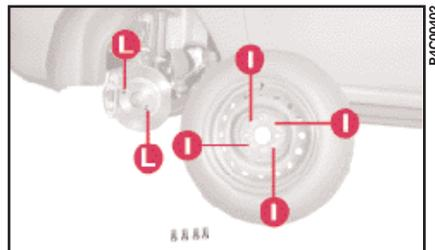

fig. 4
10) Lorsque l'on monte la roue de secours, veiller à ce que ses surfaces d'appui soient propres et exemptes de toutes impuretés qui risqueraient de provoquer, par la suite, le desserrage des boulons de fixation. Monter la roue de secours, en veillant à ce que les trous **I** (fig. 4) coïncident avec les ergots correspondants **L**.